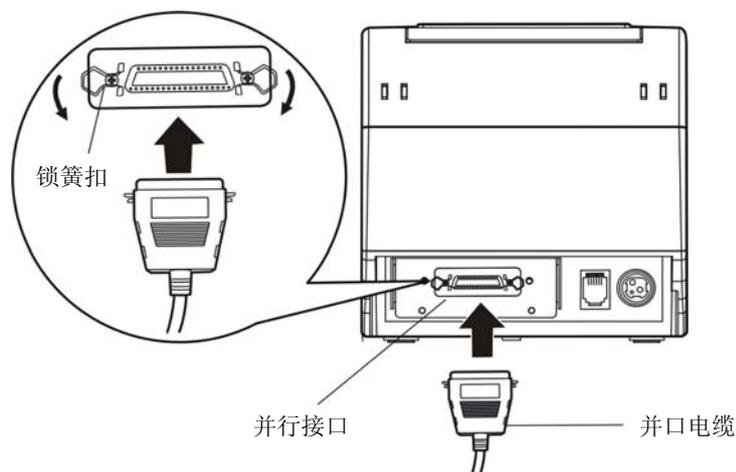

图 2-2 连接并行电缆
1. 关闭计算机和打印机电源，将并口电缆插头连接到打印机的并行接口，扣上连接器两侧的锁簧扣，使插头固定（如图 2-2 所示）。